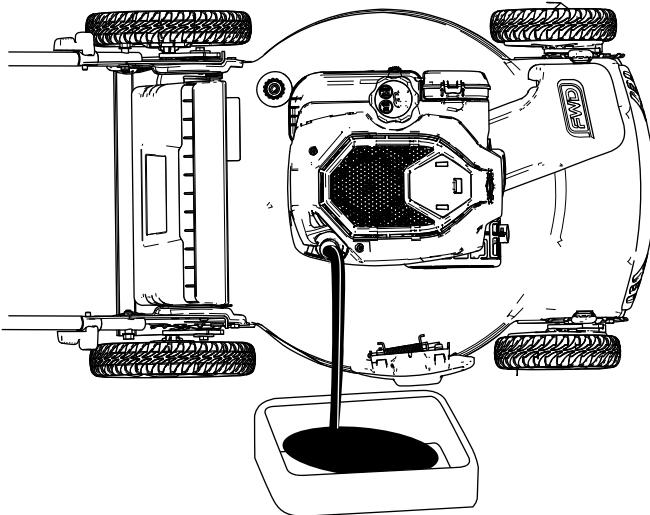
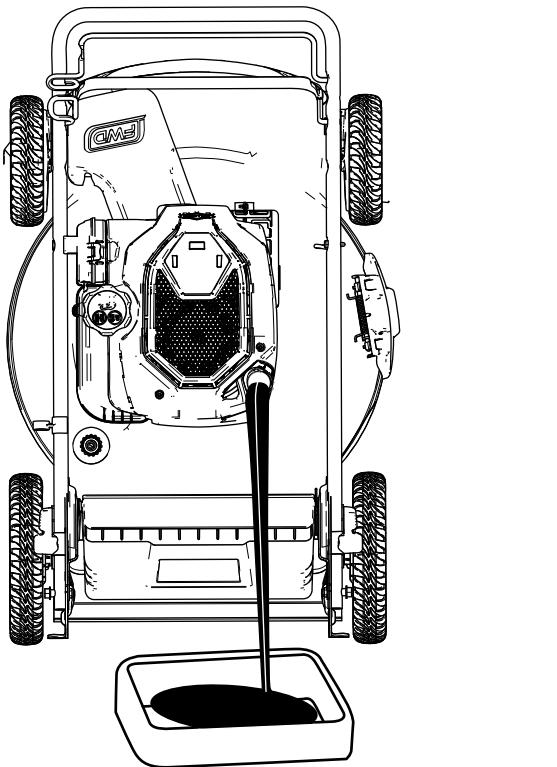

Figura 27
Figura 28
4. Coloque la máquina de lado (con el filtro de aire hacia arriba) para drenar el aceite del tubo de llenado de aceite (Figura 27) o ponga la máquina en la posición vertical de almacenamiento (Figura 28). Consulte Almacenamiento de la máquina en posición vertical \(página 12\) para drenar el aceite usado del tubo de llenado de aceite.